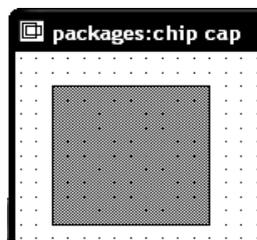

Рис. 4.23
- Введите значения **10** и **-10** в поля dx и dy соответственно и нажмите **OK**. Полученный рисунок показан на рис. 4.23.